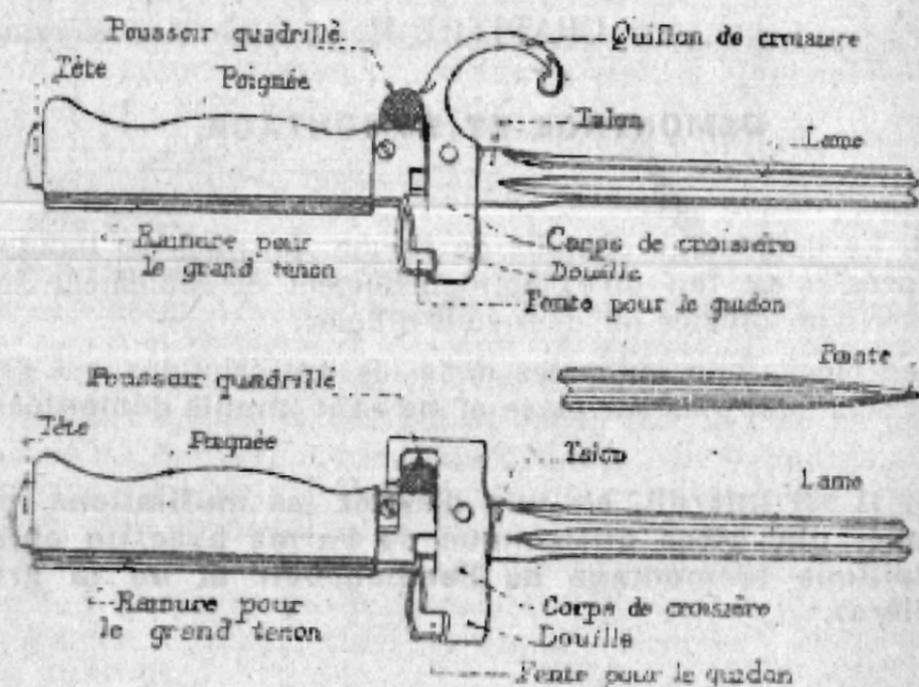

Fig. 27. — Épée-baïonnette.
88. L'épée-baïonnette (fig. 27) se divise en trois parties principales :